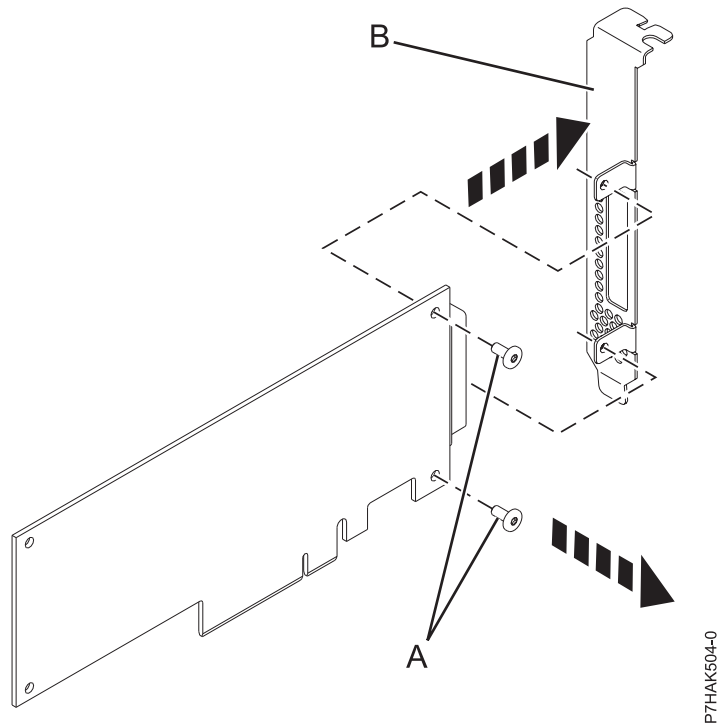

Figura 38. Extracción de la contrapunta de perfil alto de un adaptador PCIe nuevo
8. Mediante un destornillador Phillips, desenrosque los dos tornillos (A) que sujetan la contrapunta de perfil alto (B) al nuevo adaptador PCIe, como se muestra en la Figura 38 en la página 62.